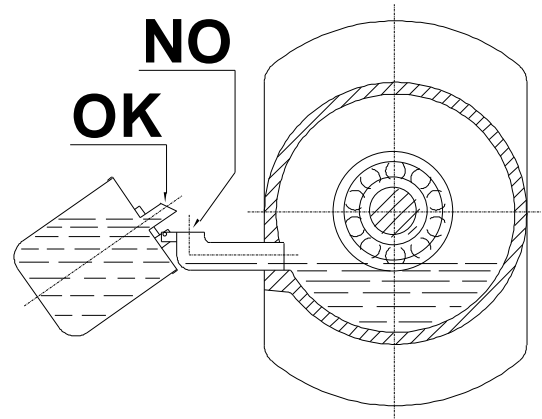

Fig. 24
- rellenar con aceite directamente la botella, NO a través del manguito (ver la fig. 24)
Los sucesivos llenados deben realizarse echando aceite directamente a la botella del engrasador y NO a través del manguito del engrasador o del tapón del soporte (ver la fig. 24).